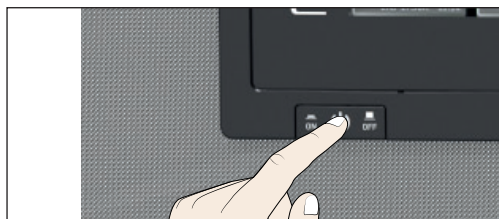

Bild 17
3. Stäng av enhet med huvudbrytaren (Bild 17).